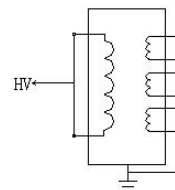

图 6-6 CT 接法
- (2)：反接法、电压为 10KV、一次侧对末屏 (常用)、接线参考图 6-6
- (3)：反接法、电压为 10KV、一次侧对二次侧及地、接线见图 6-6